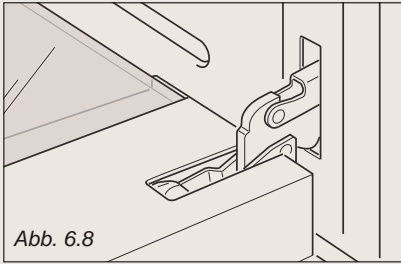

Abb. 6.8
- * Die Tür ganz öffnen (Abb. 6.8).